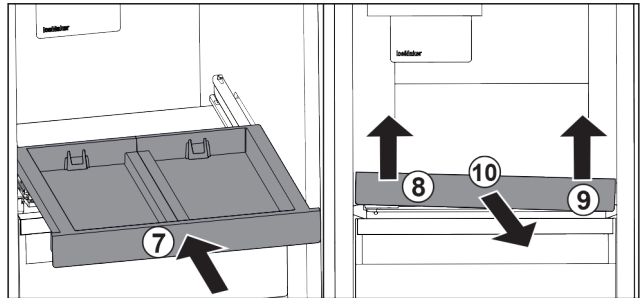

Fig. 24
- Rentrer le compartiment coulissant. Fig. 24 (7)
- Soulever le compartiment coulissant au niveau de la partie avant gauche. Fig. 24 (8)
- Soulever le compartiment coulissant au niveau de la partie avant droite. Fig. 24 (9)
- Retirer le compartiment coulissant par l'avant. Fig. 24 (10)